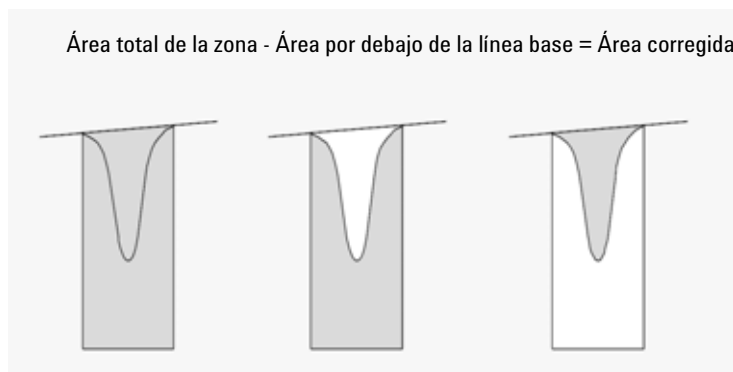

Figura 26 Medida del área para picos negativos
- para picos tangenciales (T), el área por encima de la línea base restablecida,
- para picos de disolvente (S), el área por encima de la extrapolación horizontal desde el último punto de línea base encontrado y por debajo de la línea base restablecida asignada a picos tangenciales (T). Es posible que un pico de disolvente produzca una elevación de la señal demasiado lenta para el reconocimiento del pico o que en medio del análisis aparezca un grupo de picos que el usuario considere que deben ser tratados como un disolvente con una serie de picos montados. Ése suele ser el caso de un grupo de picos solapados en el que el primer pico es mucho mayor que el resto. El tratamiento más simple, el de la línea de caída vertical, exageraría los picos posteriores al estar éstos en realidad sobre la cola del primero. Forzando el reconocimiento del primer pico como pico de disolvente, es posible dividir de la cola el resto del grupo,
- los picos negativos que se dan bajo la línea base tienen un área positiva, como se muestra en Figura 26 en la página 108.